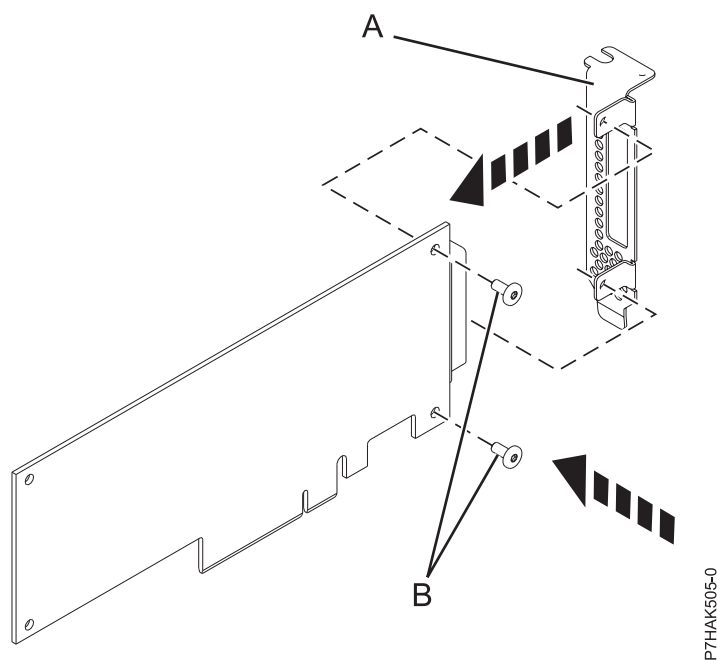

Figura 32. Fixació de la contrapunta de perfil baix a un adaptador PCIe
14. Mitjançant un tornavís Phillips i els dos cargols de retenció **(B)**, fixeiu la contrapunta **(A)** de l'adaptador PCIe que falla a l'adaptador PCIe nou, tal com es mostra a la Figura 32.